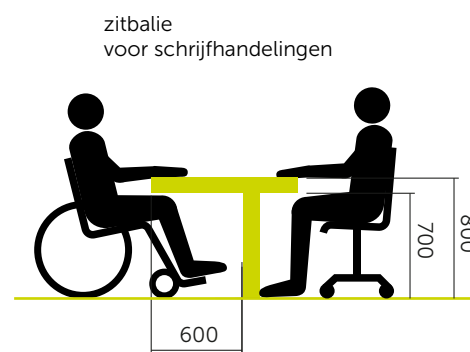

fig 34 Een zitbalie, die ook geschikt is voor schrijfhandelingen is onderrijdbaar met een rolstoel.
- Voor schrijfhandelingen door de bezoeker: werkbladhoogte 800 mm en het werkblad is onderrijdbaar. (fig 34)
- Vrije hoogte onder het blad is 700 mm. (fig 34)
- Vrije diepte onder het blad is 600 mm. (fig 34)